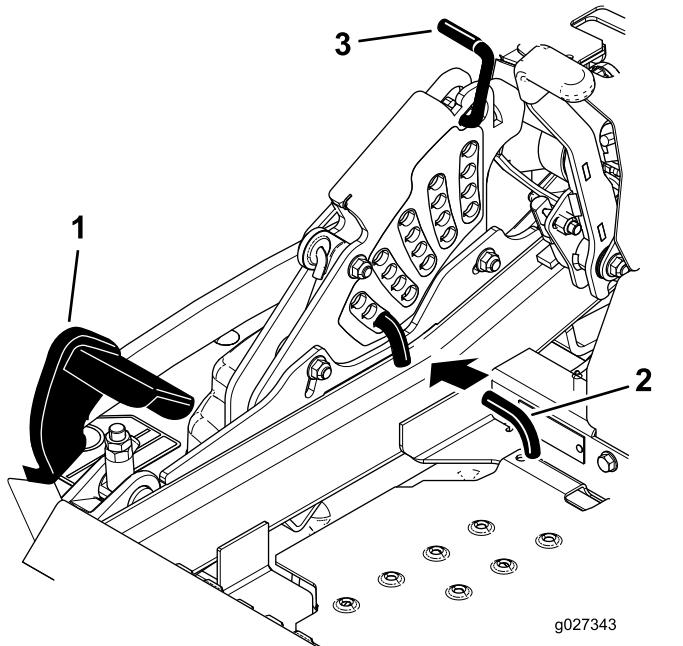

Figure 123
- Enfoncez la pédale de levage du tablier de coupe au maximum pour verrouiller le tablier à la position transport de 14 cm (5½ po) (Figure 123).